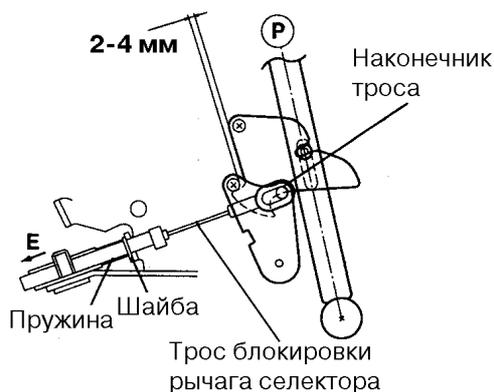

Рис. 3
- 3) Временно присоединить оба троса к рычагу коробки передач, как показано на рис. 3. Надежно соединить тросы со штифтом крепления каждого кулачка.
- 4) Выбрать слаbinу троса блокировки рычага селектора, слегка потянув за него и оставив зазор 2-4 мм между стопорным кулачком и блокировочным кулачком Р (см. рис. 3).